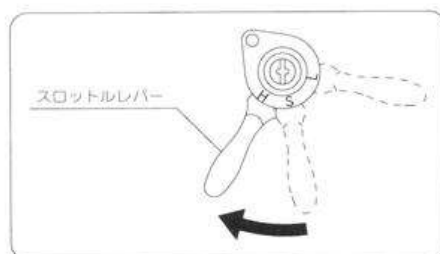

図9
- 5 スロットルレバーを【高速(H)】位置の方に少し開きます。(図9)